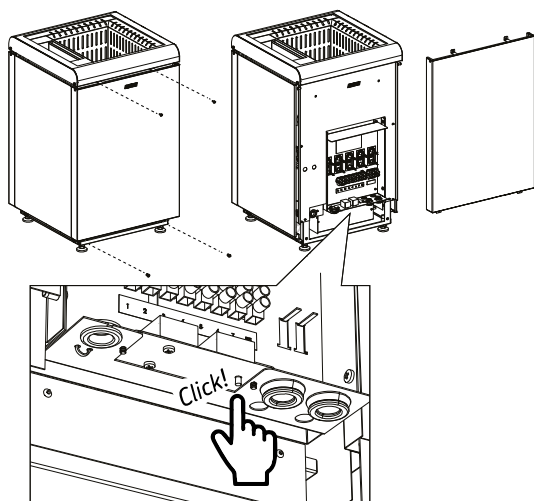

Figura 13. Ripristino della protezione termica di sicurezza dell'umidificatore
- Verificare che la protezione termica di sicurezza non sia scattata. (Figura 13. Ripristino della protezione termica di sicurezza dell'umidificatore)
- Istruzioni per il ripristino della protezione termica di sicurezza dell'umidificatore (Figura 13. Ripristino della protezione termica di sicurezza dell'umidificatore)